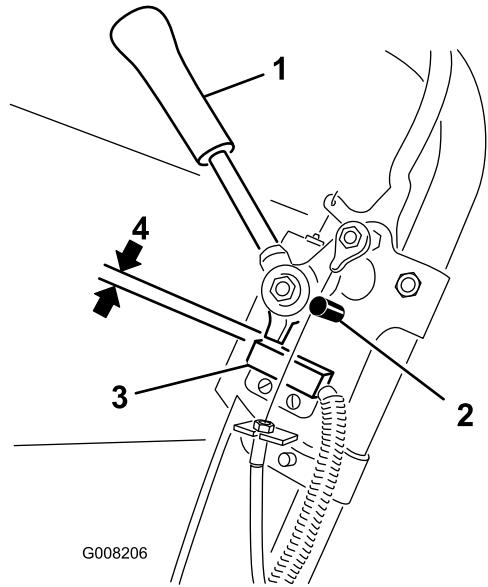

図 26
1. エンジン停止、走行レバーが解除されてニュートラル・ストップにあることを確認する（図 26）。
2. スイッチ（図 26）を固定しているネジをゆるめる。
3. 走行レバーとスイッチ（図 26）の間に0.8 mmのすきまゲージをはさむ